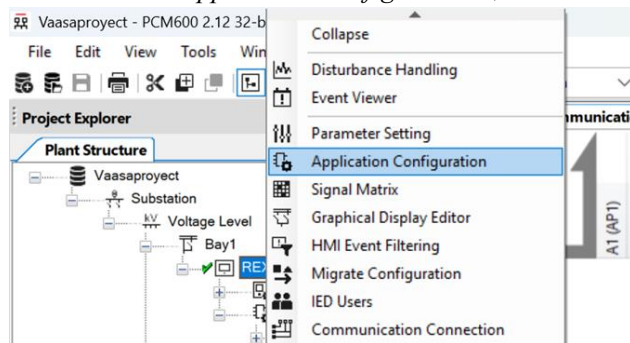

Imagen 389_IED configuración del relevador REX640.
6.1.1 Primero vamos a recordar como vemos la comunicación GOOSE dentro de PCM600, para esto nos iremos a la bahía donde está el REX640 y veremos la comunicación GOOSE bajo la norma IEC 61850 dando clic derecho en REX640 y seleccionando “*Application Configuration*”, como se muestra en la **Imagen 389**.